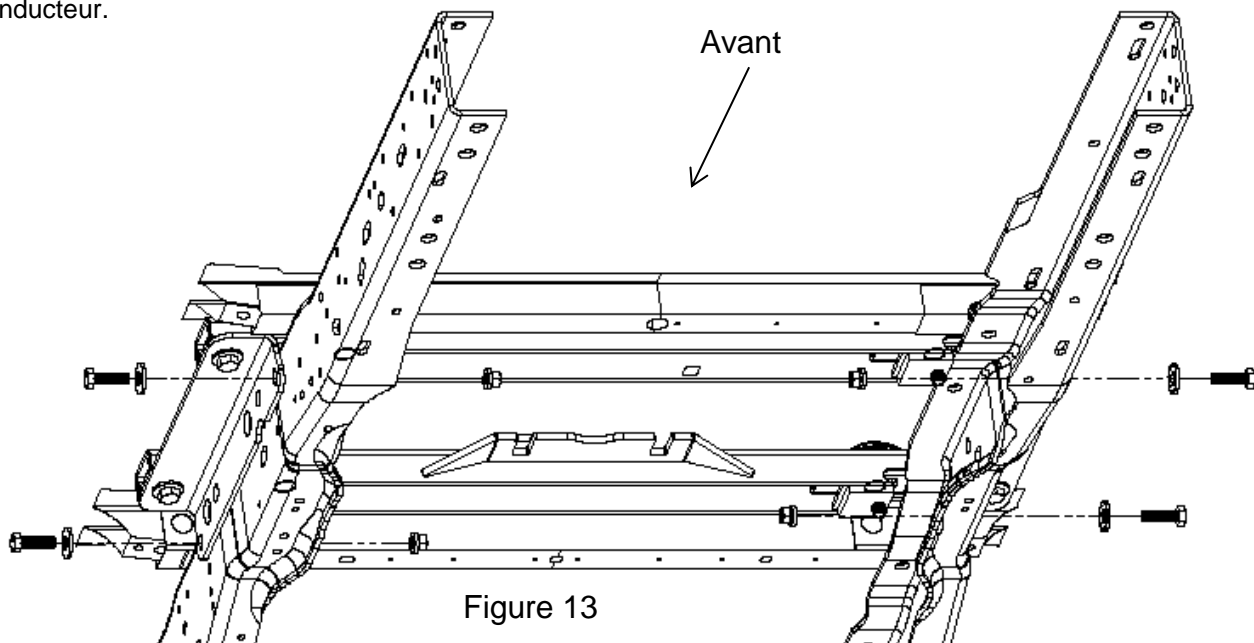

Figure 13
18. Sans trop serrer, fixer les supports de cadre dans les trous existants du cadre de châssis à l'aide de boulons M14 1.5 x 45 (#10), de rondelles coniques (#11) (Figure 1) et d'écrous à embase (#12) (Figure 1). Serrer à la main (Figure 13). Le soulèvement de la plateforme de la camionnette facilitera l'accès aux écrous et boulons côté conducteur.